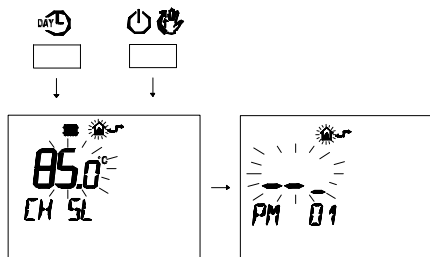

Figura 5.42
- Pulse simultáneamente los botones  y  para entrar en la modalidad de programación transparente (Figura 5.42).